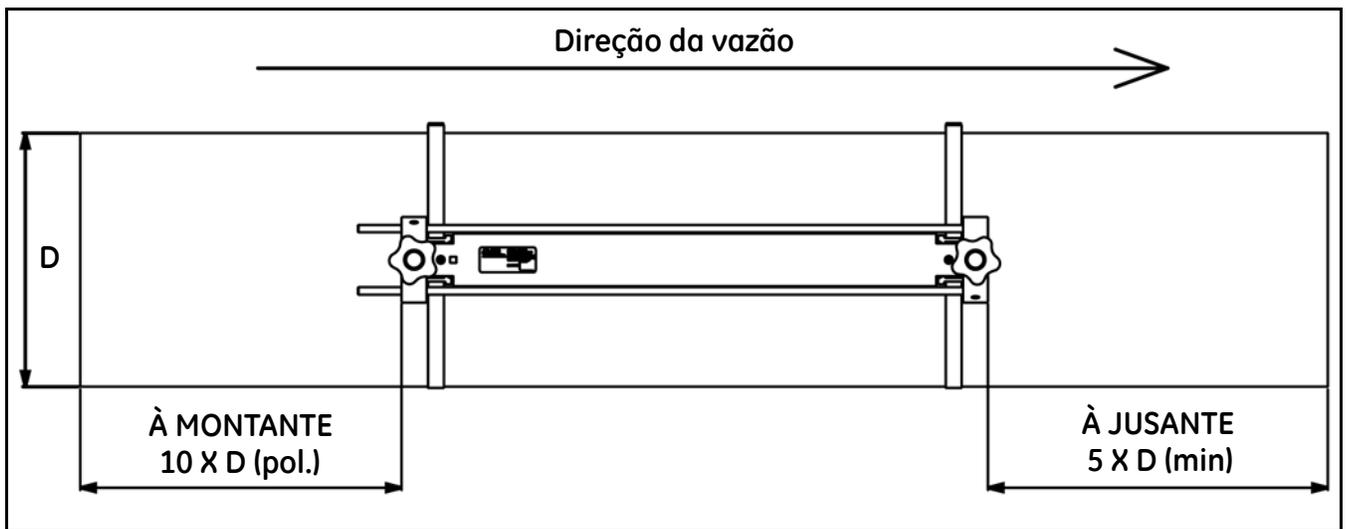

Figura 7: Localização do transdutor do AT600
- a. Escolha uma localização com um tubo reto longo o bastante; consulte a Figura 7 na página 7.